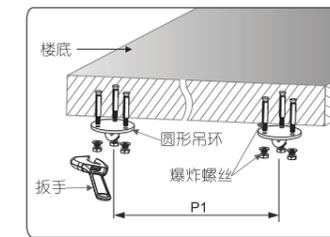

图 1
1. 根据银幕左右两挂环之间的距离P1，将圆形吊环（非配件）固定安装在楼底上（如图1）。（注意：安装B型系列银幕必须确保安装在楼底上的每个吊环最少能承受100Kg的承受力，安装A型系列银幕必须确保每个吊环最少能承受200Kg的承受力，以免造成银幕脱落。）